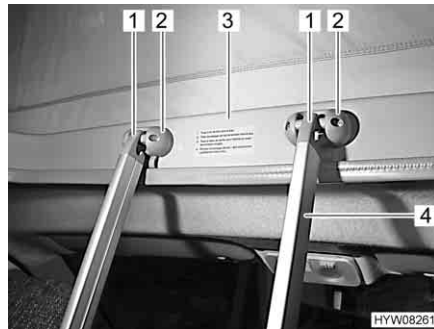

Fig. 50 Scaletta di accesso
Per accedere al letto sul tetto a soffietto utilizzare sempre la scaletta di accesso (Fig. 50,4) montata di serie.
- Agganciare la scaletta con i due archetti (Fig. 50,1) nelle graffe (Fig. 50,2) del telaio (Fig. 50,3) del tetto a soffietto.